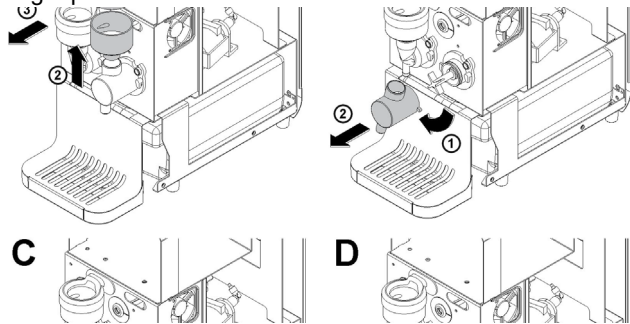

figure 8
- 5 Pour démonter les mélangeurs, procéder comme suit (voir la figure 8):
**1** Remonter les groupes de mélange dans l'ordre inverse de celui décrit dans le chapitre précédent (voir la figure 8).